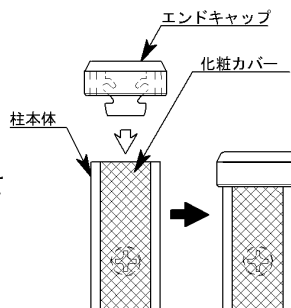

図 3.
1. 柱本体（化粧カバー含む）取付け完了後、柱本体上下にエンドキャップ（オプション）を差し込む。(図3.)